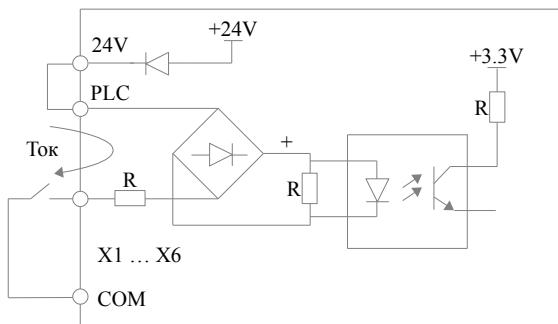

Рис. 4-7 Подключение через внутренний источник тока 24 В
Многофункциональные входные клеммы внутри привода включаются через мостовую схему как показано на рис. 4-7. Клемма PLC является общей для X1-X6. Подключение клемм X1-X6 отличается гибкостью и характеризуется следующими методами:
- 1) Аналоговый вход дифференциального напряжения, подключение согласно рис. 4-7